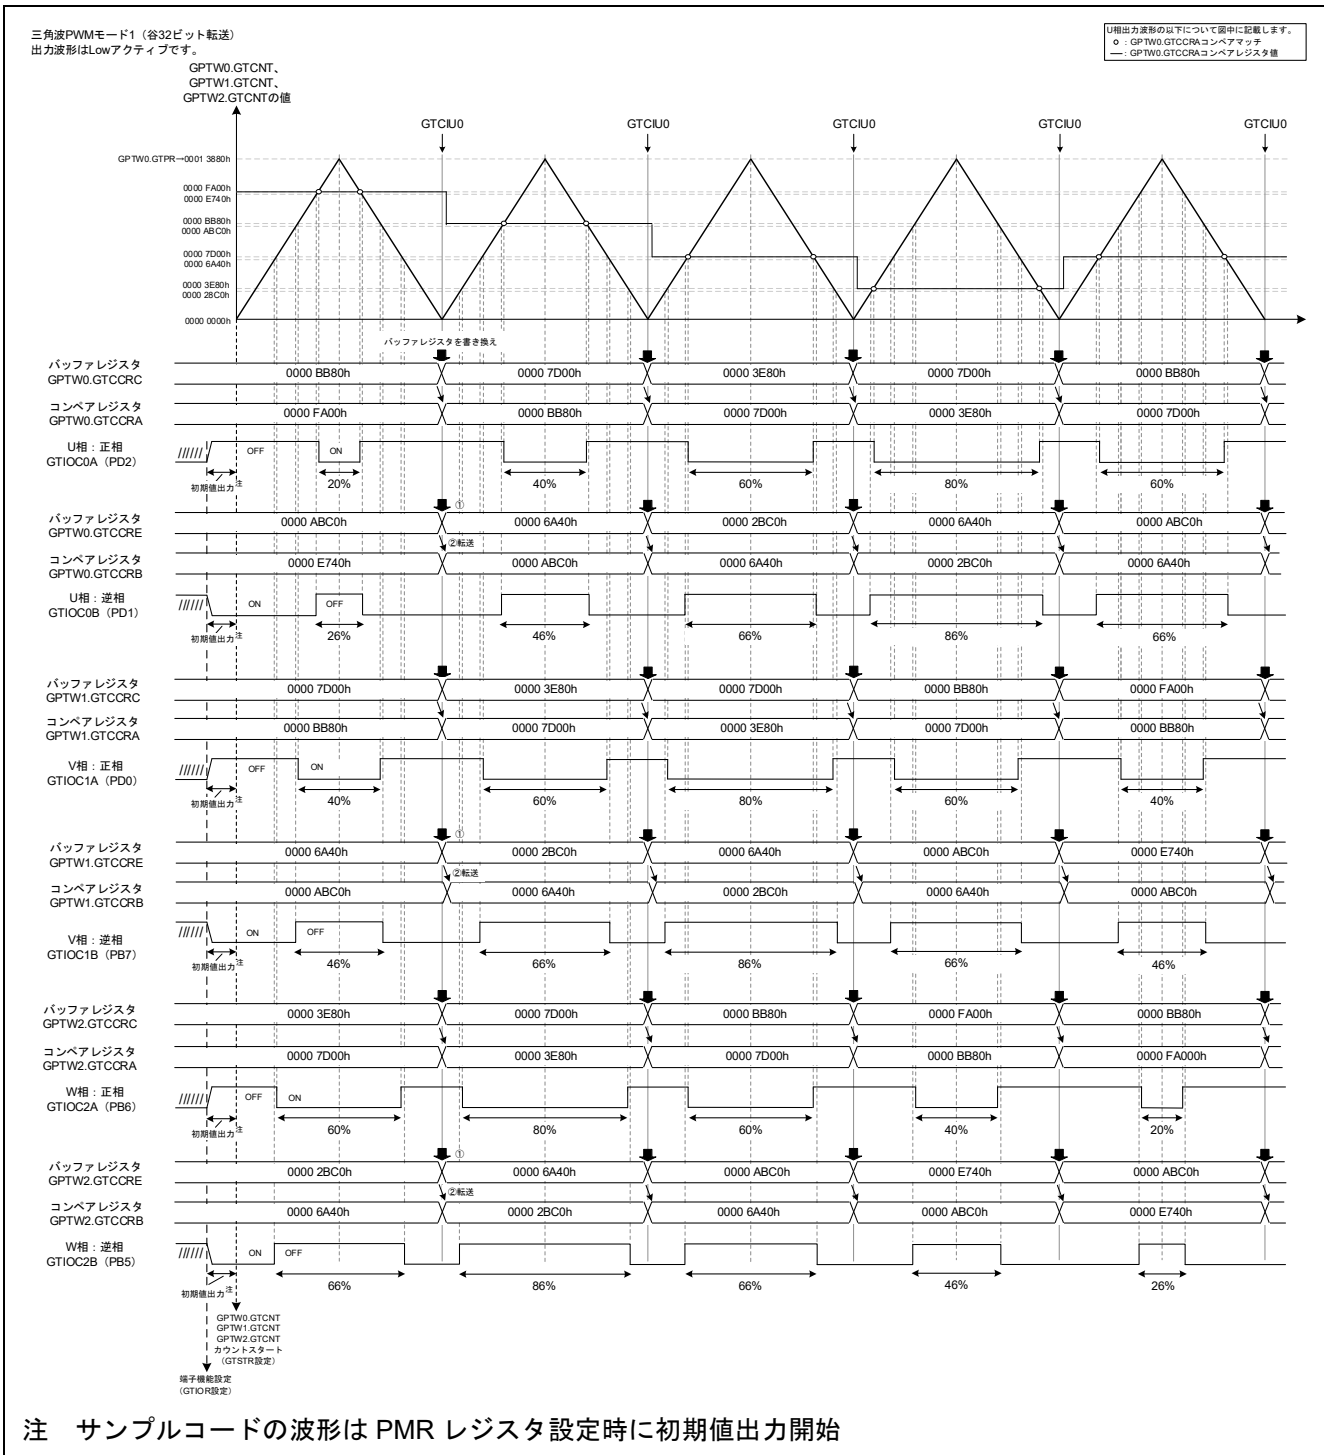

図 4-52 デッドタイム自動設定機能 未使用 (三角波 PWM モード 1)
デッドタイム自動設定機能を使用しない場合 (GTDTTCR.TDE ビットが "0") の動作を図 4-52 に示します。
逆相も正相と同様に、GTCNT カウンタのアンダフロー発生時 (谷) にバッファレジスタ GTCCRE の書き換え (図 4-52 ①) とバッファレジスタからコンペアレジスタ GTCCRB への転送 (図 4-52 ②) し、周期ごとにコンペア値を更新します。